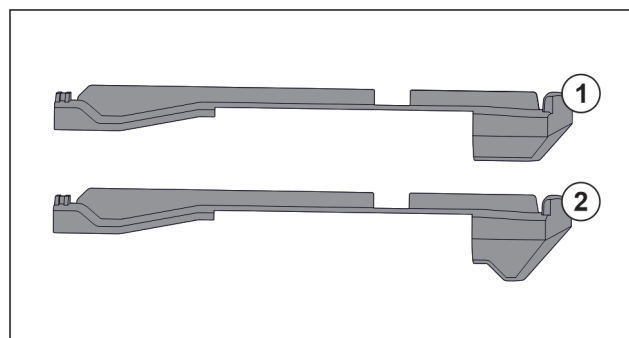

Fig. 123 Porównanie elementów nasadzanych
W urządzeniu znajdują się dwa różne elementy nasadzane. Element nasadzany nad najniższą szufladą Fig. 123 (2) posiada trójkątną krawędź. Wszystkie pozostałe elementy nasadzane Fig. 123 (1) mają prostą krawędź.
- ▶ Element nasadzany Fig. 123 (2) z trójkątną krawędzią umieścić nad najniższą szufladą.
- ▶ Element nasadzany Fig. 123 (1) z prostą krawędzią umieszczać we wszystkich pozostałych miejscach.